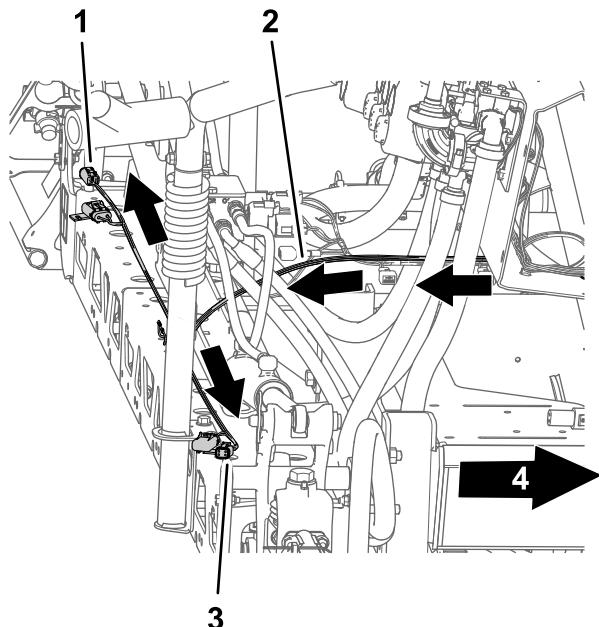

Figura 45
3. Encaminhe a cablagem do kit para a secção de pulverização central (Figura 45) da seguinte forma: